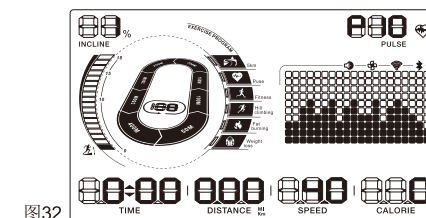

图32
2. 连续按下面板上Training Prog键 ，直至屏幕上出现P10字样。（图32所示）